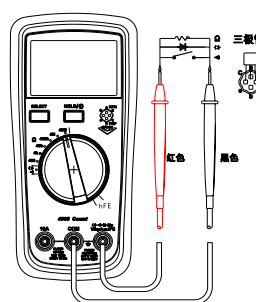

图3
2. 电阻测量(如图3)
3. 电路通断测量(见图3)
4. 二极管测量(见图3)
5. 晶体管放大倍数测量(hFE)(见附图3)